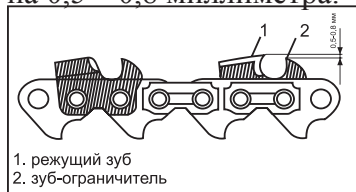
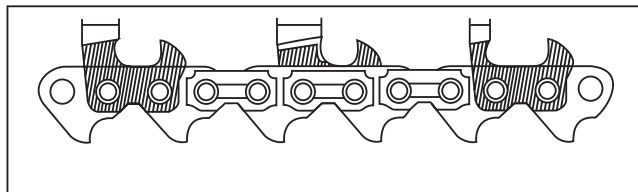

рис.3
рис.4
6.3 Звено цепи состоит из двух зубьев: режущего зуба и зуба-ограничителя (рис. 3). Насколько эффективно будет происходить процесс пиления зависит от разницы в высоте между режущим зубом и зубом-ограничителем. Оптимально, когда режущий зуб выше зуба-ограничителя на 0,5 – 0,8 миллиметра.
Заточку цепи необходимо начинать с заточки режущих зубьев **1** (рис. 3). Заточивайте зубья равномерно, вначале каждый второй зуб с одной стороны, потом каждый второй зуб с противоположной стороны. Длина режущих зубьев должна быть одинаковая, различная длинна не допускается и может привести к нежелательным последствиям (рис. 4).